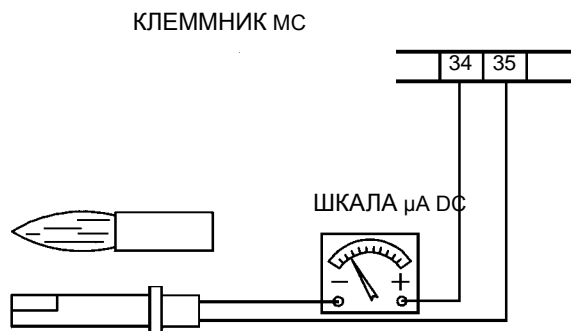

Рис. 33
- Проверить и тщательно почистить фоторезистор улавливания пламени, если необходимо заменить его. В случае возникновения сомнения, проверить контур улавливания пламени после установки на место горелки и ввода ее в действие, следуя схеме на Рис. 33;
Для того, чтобы измерить контрольный сигнал, действовать согласно схеме на Рис. 33.